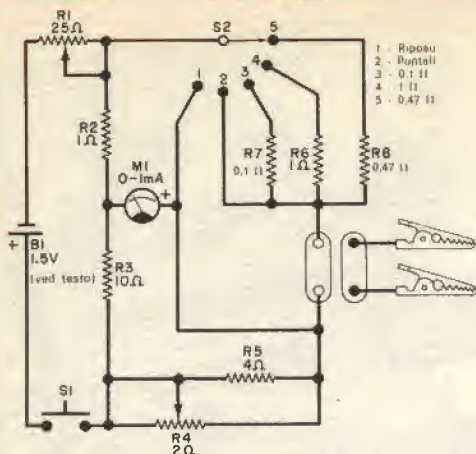

Fig. 1 - Il resistore R8 consente un comodo controllo della taratura. S1 è un interruttore a pulsante ad azione momentanea.
**Teoria del progetto** - Come si vede nella *fig. 1*, il circuito del milliohmmetro è composto da un ponte resistivo, un lato